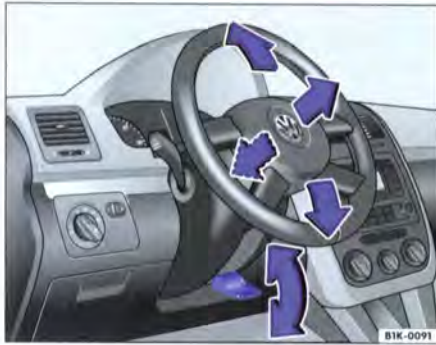

Fig. 16 Réglage de la position du volant de direction
- Basculez le levier \Rightarrow fig. 16 situé sous la colonne de direction vers le bas \Rightarrow .